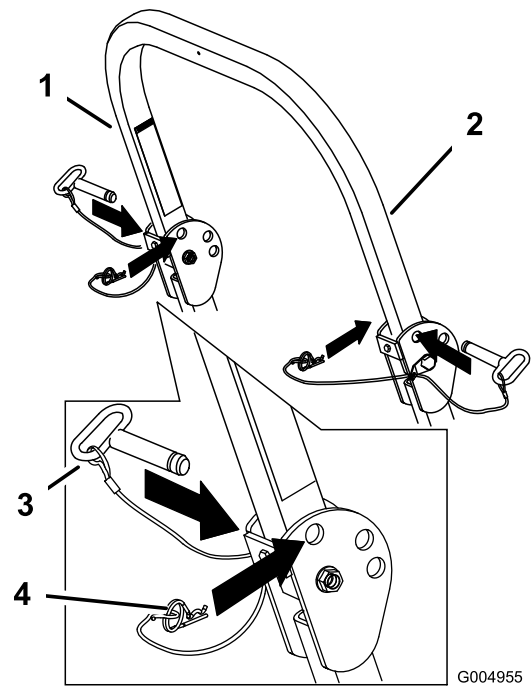

Figura 9
1. Retire las chavetas y retire los dos pasadores (Figura 9).
3. Instale los dos pasadores y sujételos con las chavetas (Figura 9).
4. Para elevar la barra anti-vuelco, retire la chaveta y los dos pasadores (Figura 9).
5. Eleve la barra anti-vuelco a la posición vertical, instale los dos pasadores y sujételos con las chavetas (Figura 9).